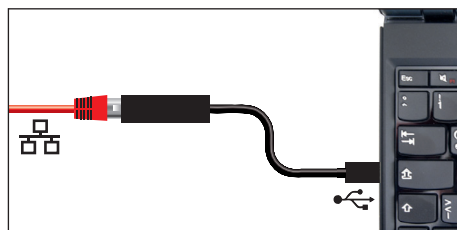

Abb. 8 Konverter Ethernet–USB
- ▶ Konverter Ethernet–USB (Abb. 8). Damit ist es möglich, den Ethernetanschluss des Geräts (siehe Seite 12) mit dem USB-Anschluss eines PCs/Laptops zu verbinden.